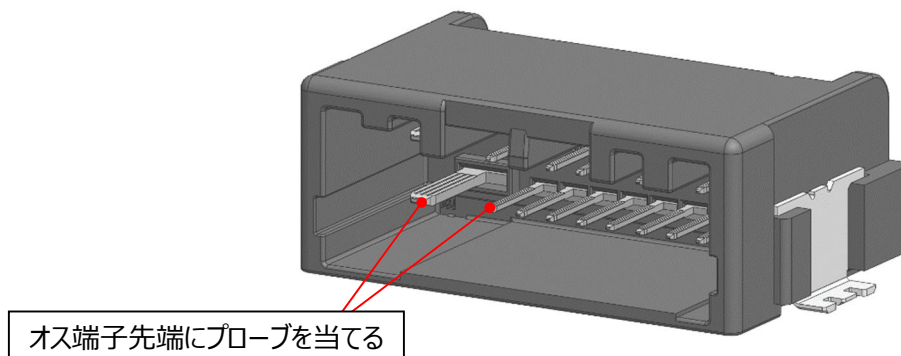

図 43. オス端子導通検査接点
- ① オスコネクタの導通検査を行う時は、オス端子先端に 0.5 N 以下の荷重でプローブを当てて検査を行って下さい。0.5 N 以上の荷重を加えた場合、オス端子変形の恐れがあります。(図 43 参照)
- ② 端子に変形や傷が見られた場合は、使用せず、新品と交換して下さい。